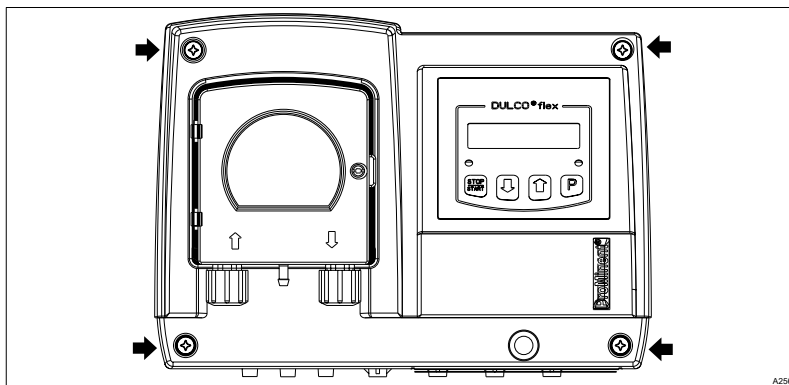

*Fig. 6: Montaje en la pared, posición de estacionamiento. Medidas en mm (no a escala).*
2. ➤ Realice las perforaciones con una broca de  $\varnothing 8$  e inserte los tacos suministrados. Véase Fig. 6.